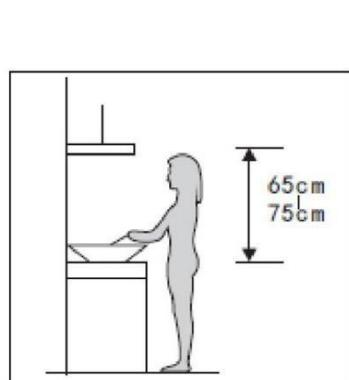

Fig. 1
2. O exaustor deve ser colocado a uma distância de 65~75 cm acima da superfície para cozinhar para obter um melhor resultado. Ver Fig. 1.